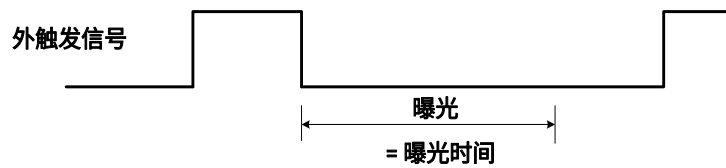

图 8-29 下降沿触发定时曝光模式时序图
- 若启用下降沿触发，曝光会在触发信号下降时开始，一直持续到曝光时间结束，如图 8-29 所示